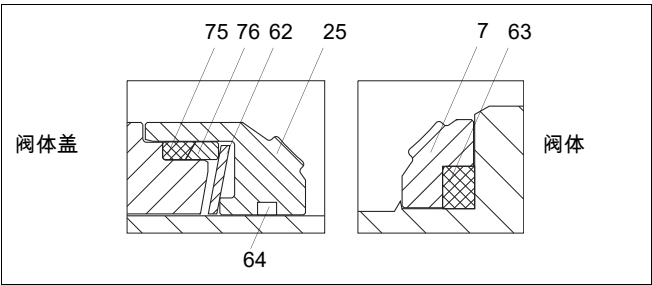

图 21 G 阀座
- 将背密封（63）放入阀座（7）中，请参见图 21，然后使这两个零件完全进入阀体埋头孔中。
- 装配带背密封（64）的阀座（25）、弹簧（62）、背密封（75）和支撑环（76），请参见图 21，然后将总成放到阀体盖（2）中。